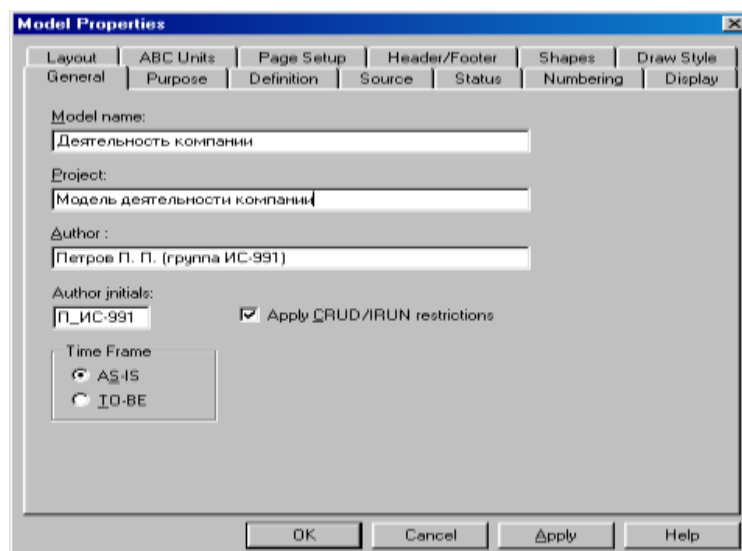

Рисунок 6 – Окно задания свойств модели
4.7 Перейдите в меню **Model/Model Properties**. Во вкладке **General** диалогового окна **Model Properties** в текстовое поле **Model name** следует внести имя модели "Деятельность компании", а в текстовое поле **Project** имя проекта "Модель деятельности компании", и, наконец, в текстовое **Time Frame** (Временной охват) – **AS-IS** (Как есть) (рисунок 6).